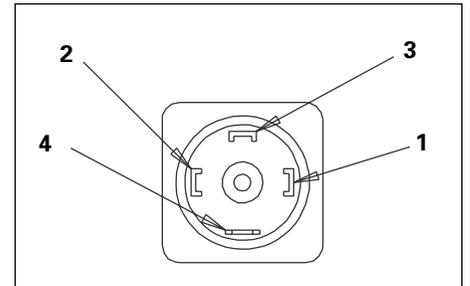

Figura 2
3. Los terminales del alambrado del interruptor de presión están numerados en cada conector de enchufe DIN. Para efectuar una conexión correcta consulte la Figura 2.